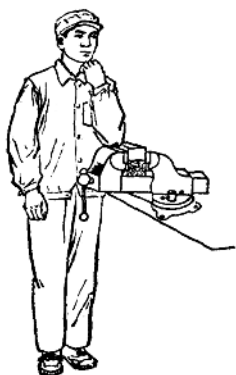

图 1-3 虎钳安装高度
1. 平口虎钳：用灰铸铁制成，其大小以虎钳口的宽度来区别，常用的有：75、100、125 和 150 毫米数种。为了延长虎钳的使用寿命，在钳口处装有可更换的钢制钳口。钳口用 T₁ 工具钢制成，刻有十字形刻纹，并经过淬火处理。这种虎钳张开时钳口是平行的，因而夹持工件可靠，水平方向可以旋转到须要的角度，工作便利，目前使用最广（如图 1-2）。虎钳安装后其顶面应与操作者肘部同高（如图 1-3）。